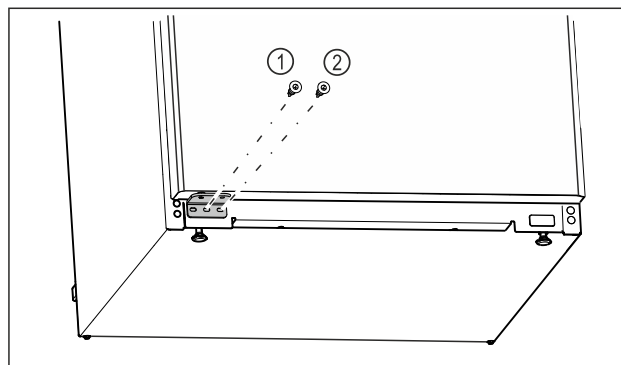

Fig. 17
- Skruva fast lagerbockens mellersta skruv Fig. 17 (1) med skruvmejsel Torx 20.
- Skruva fast lagerbockens inre skruv Fig. 17 (2) med skruvmejsel Torx 20.